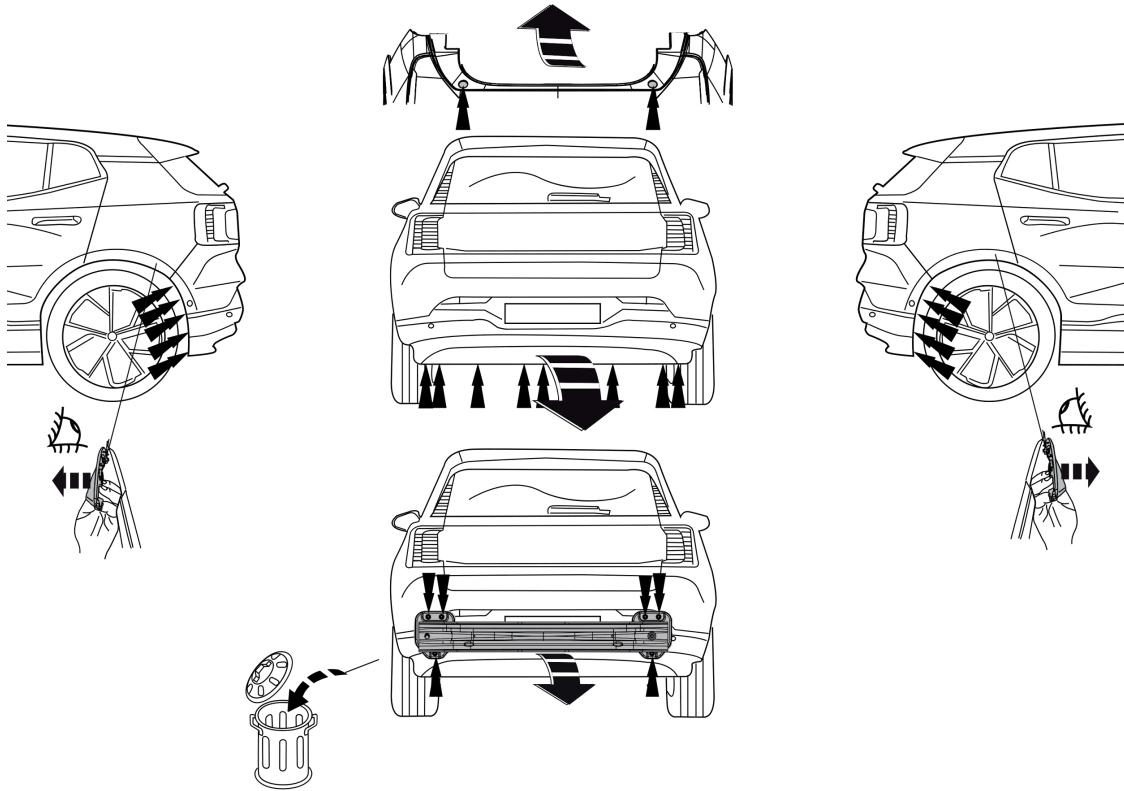

Fig. 1
1. Внимание! При необходимости: Снять оба блока задних фар.рСм. рисунок 1 & 2.
2. Снять бампер вместе, включая кронштейн бампера и буферным брусом автомобиля. Буферный брус больше не понадобится. См. рисунок 1 & 2.